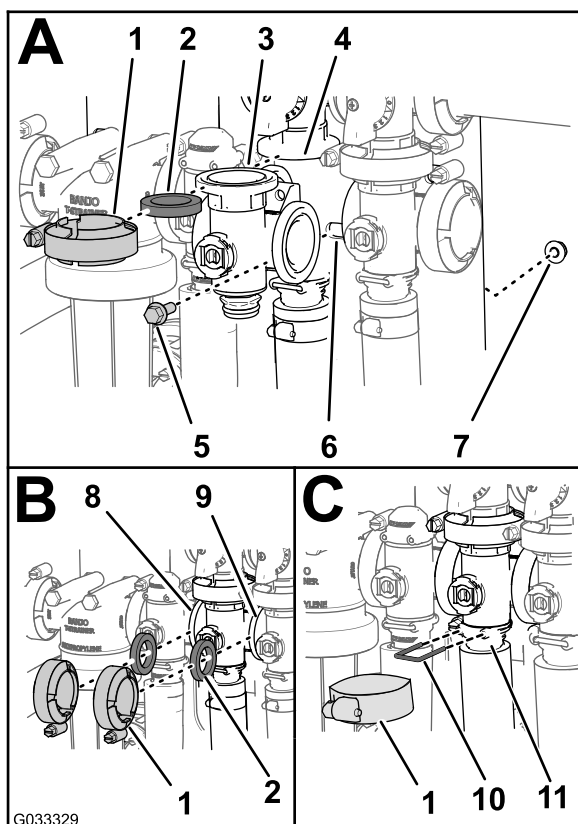

Рисунок 82
1. Совместите фланец коллектора клапана перемешивания, 1 прокладку и фланец перепускного клапана перемешивания (Рисунок 82А).
- Смонтируйте перепускной клапан перемешивания, прокладку и коллектор клапана перемешивания с помощью хомута, затянув его от руки (Рисунок 82А).
- Установите прокладку между фланцами клапана управления нормой внесения и коллектором клапана перемешивания (Рисунок 82В).
- Смонтируйте прокладку и коллектор клапана перемешивания с помощью хомута, затянув его от руки (Рисунок 82В).
- Установите прокладку между фланцами коллектора клапана перемешивания и главного клапана секций (Рисунок 82В).
- Смонтируйте коллектор клапана перемешивания, прокладку и главный клапан секций с помощью хомута, затянув его от руки (Рисунок 82В).
- Смонтируйте коллектор клапана перемешивания и гнездо с помощью хомута, затянув его от руки (Рисунок 82С).
- Прикрепите штуцер торцевой крышки к выпускному штуцеру, вставив держатель в гнездо выпускного штуцера (Рисунок 82С).